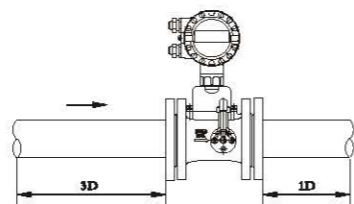

图5
- (1) 对直管段的要求：
- b. 流量计上游应有不小于3D的等径直管段，下游应有不小于1D的等径直管段。（图5）